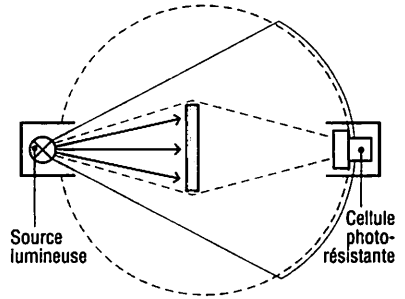

Fig. 5 : Détecteur à diffusion de lumière.
**d) Détecteur à diffusion de lumière (fig. 5)**